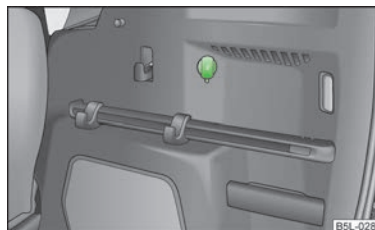

Fig. 70
En el maletero » fig. 70.
- Abrir la cubierta de la caja de enchufe » fig. 70.